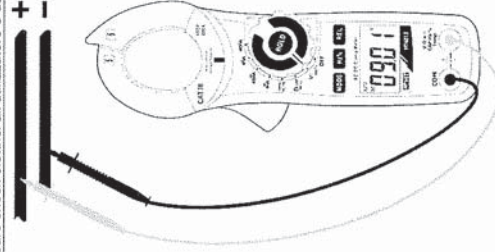

Fig. 2: Uso della pinza in misura di Tensione DC
2. Inserire il cavo rosso nel terminale di ingresso $V\Omega\text{Hz}\%$ e il cavo nero nel terminale di ingresso COM (Fig. 2).